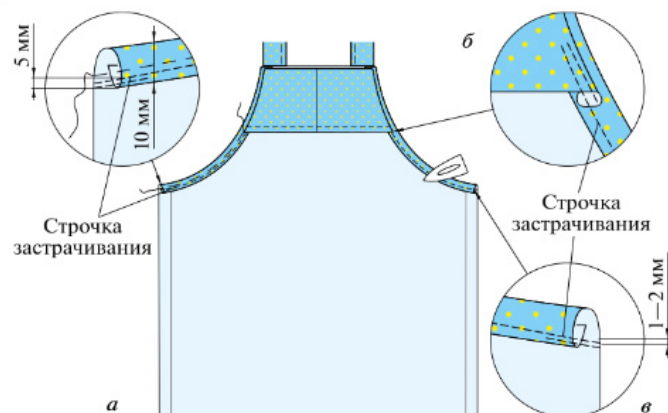

Рис. 6.39. Обработка боковых срезов нагрудника
2. **Застрочите** на расстоянии 1—2 мм от сгиба (рис. 6.39). На правой половине фартука машинную строчку начните выполнять сверху — на обтачке, а закончите внизу (рис. 6.39, б, в). На левой половине — наоборот: строчку начните снизу (рис. 6.39, а), а закончите на обтачке. Приутюжьте.